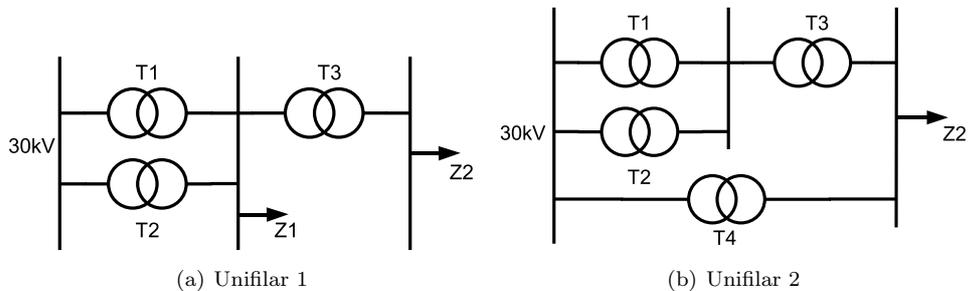

Figura 6: Esquema de Conexión para el Problema 7
Una planta industrial es alimentada por una fuente en 30kV, 50Hz, trifásica perfecta considerada como fuente ideal. La planta dispone de una estación de transformación, como indica el diagrama unifilar de la figura 6(a) compuesta por dos transformadores en paralelo T1 y T2 que alimentan una carga Z1 y un transformador T3. Este transformador alimenta a su vez una carga Z2. Los datos de estos componentes se presentan más abajo.
- (d) Se requiere adquirir un cuarto transformador T4 para ser conectado como indica la figura 6(b). Especificar la potencia nominal, la tensiones nominales, impedancia de cc en p.u. e índice horario de T4, de tal manera que estando Z1 desconectada, la carga en VA que pasa por el T4 sea idéntica a la que pasa por el T3 para cualquier valor de Z2, compatible con que no sobrecargue ningún transformador.